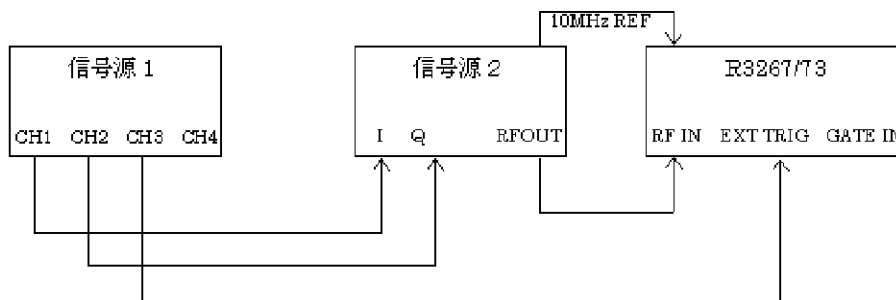

図 6-7 RF 入力 QPSK 測定接続図
1. R3267/73 と信号源を図 6-7 のように接続します。